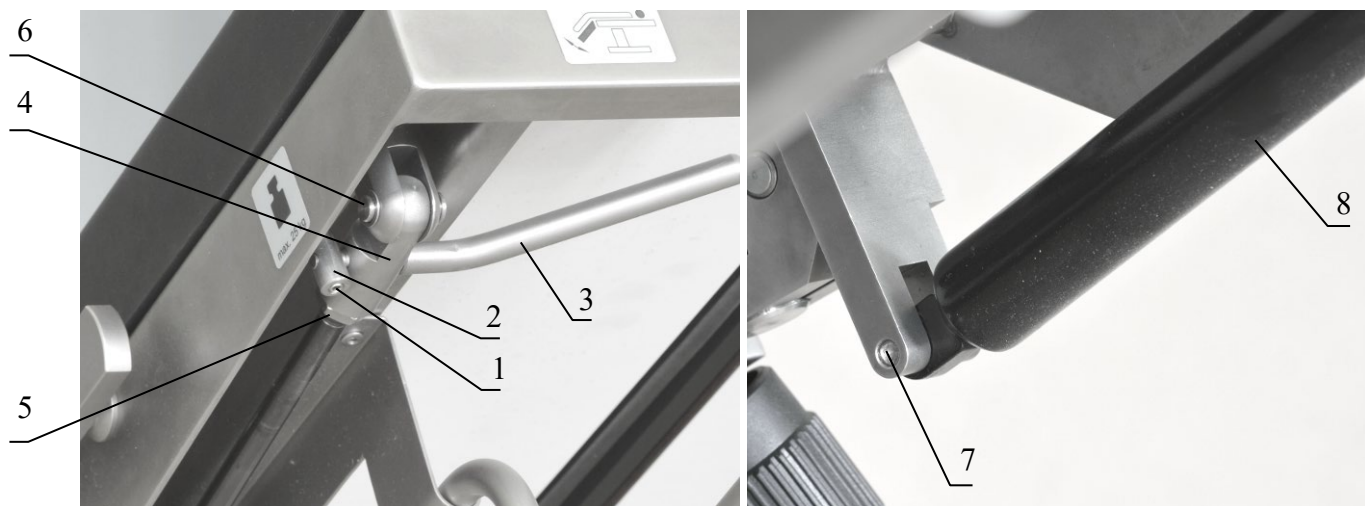

Рисунок 12. Замена газовых пружин панели стола.
- 12.3.1 Отверните винты 1 (Рисунок 12) и гайки 2 – 2 шт.